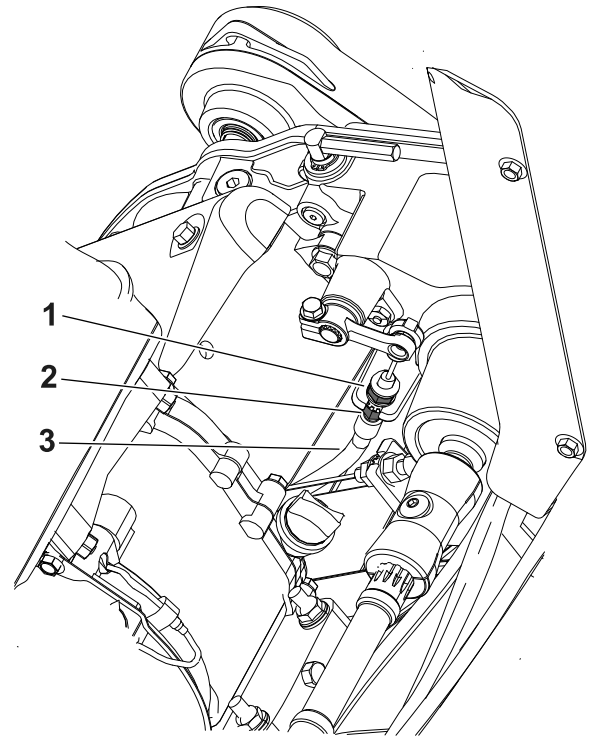

图 37
- 要增加拉线的张力应拧松前拉线锁紧螺母同时拧紧后锁紧螺母图 37。必要时重复步骤 2 调节张紧力。
- 要减少拉线的张力应拧松后锁紧螺母同时拧紧前拉线锁紧螺母图 37。必要时重复步骤 2 以调节张紧力。